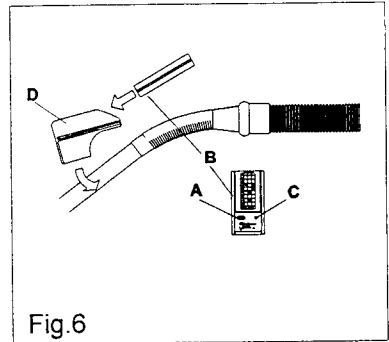

Fig.6
Modellerna CXA startas och stoppas med radiosändaren i handtaget (fig. 6). Centralenheten startas genom att under ca en sekund trycka på knappen (A), varvid den röda lampan (C) lyser under tiden man trycker. Centralenheten stannar när knappen åter trycks ned under ca en sekund. Minst ca fem sekunder måste få förflyta mellan start och stopp.